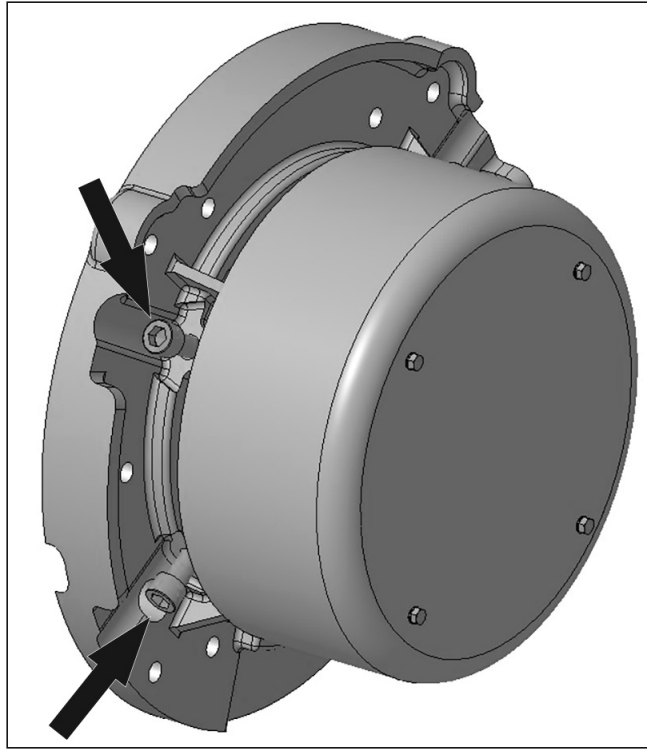

图 19. 转子运输支撑螺钉拆卸和安装说明
4. 用 4 个随附的堵洞螺钉替换运输支撑螺钉，并拧紧至 50 Nm。请参阅：图 19 在第 xx 页 29。
2. 找到并取下非驱动端轴承盖上的 4 个堵洞螺钉。请参阅：图 19 在第 xx 页 29。